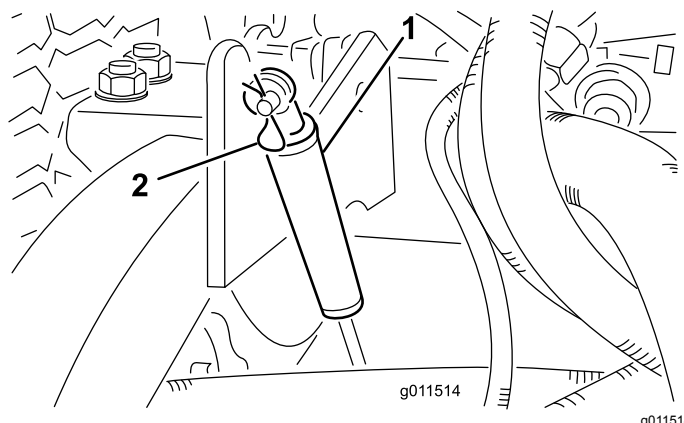

Bild 120
2. Nehmen Sie den Splint ab, mit dem die Stoßdämpfer an den Hubarmen befestigt sind (Bild 120).